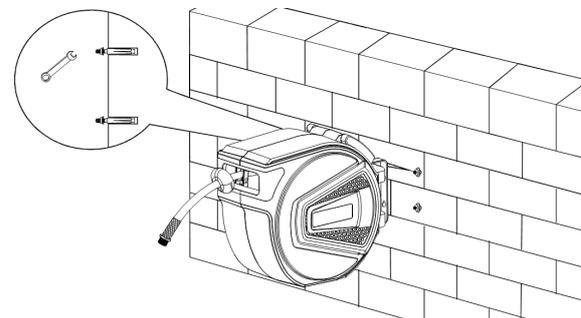

Abb. 4: Montage
Schritt 3: Bringen Sie die Spanschrauben in die Wand ein. Befestigen Sie die Halterung mit einem Schraubenschlüssel mit den Schrauben an der Wand (Abb. 4).